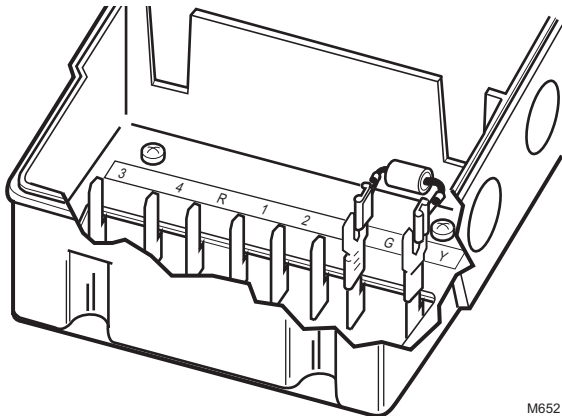

Рис. 13. Присоединение шунтирующего резистора к двигателям TRADELINE.
- Синхронизация с ведомым двигателем серии 90 требует сопротивления обратной связи полного хода в 142 Ом. Выберите и присоедините подходящий шунтирующий резистор между клеммами Y и G (см. табл. 2 и рис. 13).